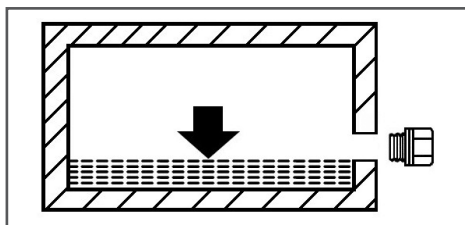

Рис. 30 Уровень масла в вибраторе
9. После заправки убедитесь, что уровень масла соответствует нижней кромке контрольного отверстия. При необходимости, долейте масло в вибратор до требуемого уровня (Рис. 30).